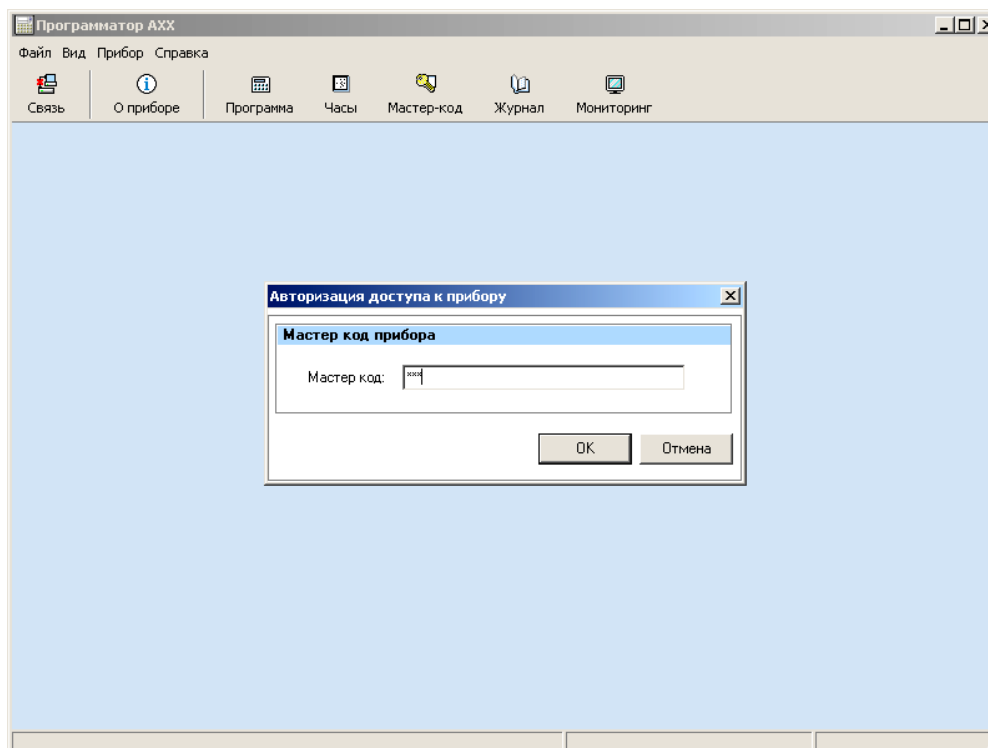

Рисунок 7 – Запрос на ввод нового Мастер-кода устройства
**ВНИМАНИЕ!** В случаях, когда невозможно войти в режим программирования и программа требует ввода Мастер-кода, для дальнейшей работы необходимо ввести Мастер-код, рисунок 7.